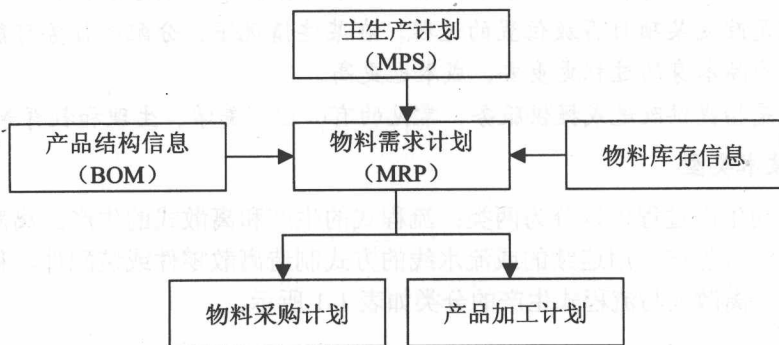

图 1-1 MRP 逻辑处理流程
(1) MRP 的特点。制造管理的核心是库存问题,要求处理好物料的需求计划。因此,MRP 的初衷是“在需要的时候,提供需要的数量。”我们可以从以下几个方面来分析。
- ◆ MRP 的逻辑处理:MRP 的逻辑处理流程如图 1-1 所示。